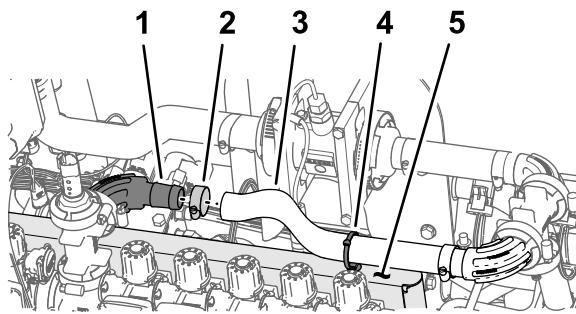

Figura 110
1. Montate il flessibile (1" x 16") sul raccordo flangiato a 90° (1"), come illustrato nella Figura 110.
2. Fissate il flessibile al raccordo flangiato con una fascetta stringitubo (Figura 110).
3. Montate la fascetta per cavi/il dispositivo di fissaggio a spinta nel foro nella parte superiore del supporto della valvola, come illustrato nella Figura 110.
- Fissate la fascetta per cavi/il dispositivo di fissaggio a spinta (Figura 110) attorno al flessibile (1" x 16").